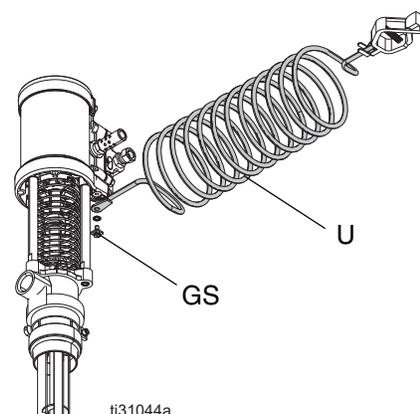

FIG. 4: Fil de terre
Voir la FIG. 4. Vérifier si la vis de mise à la terre (GS) est correctement fixée et serrée sur le moteur pneumatique. Raccorder l'autre extrémité du fil de terre (U) à une véritable prise de terre.